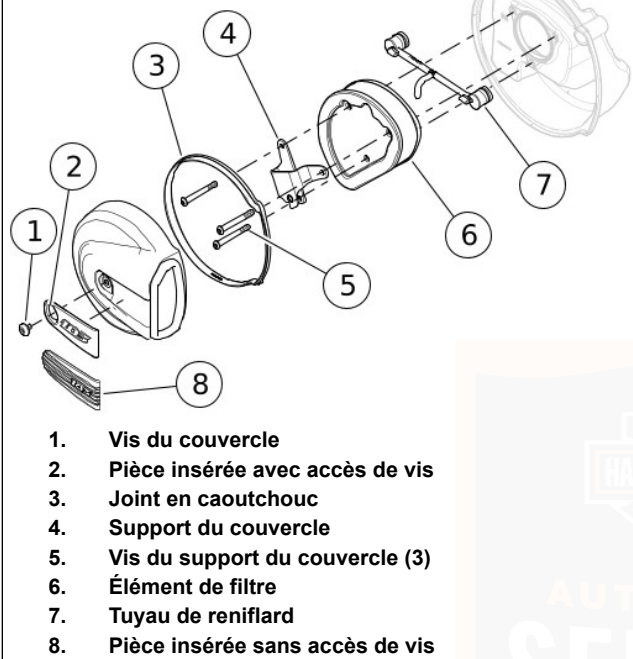

Figure 82. Ensemble de filtre à air
1. **Modèles sans accès de vis** : Voir Figure 82. Tirer le bord avant de la pièce insérée (8) pour la retirer.
2. Retirer la vis (1) et le couvercle de filtre à air avec le joint caoutchouté (3).
3. Retirer les trois vis (5) afin de libérer le support du couvercle (4) de l'élément de filtre.
4. Retirer l'élément de filtre (6) en tirant le tuyau de reniflard hors du trou sur le côté intérieur.
5. Retirer le tuyau de reniflard (7) des boulons de reniflard.
- 1. Voir Figure 82. Installer le tuyau de reniflard (7) sur les boulons de reniflard.
- 7. **Modèles sans accès de vis :** Attacher la pièce insérée (8).